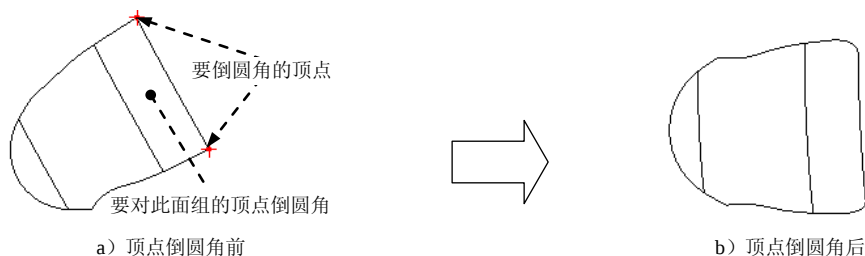

图 6.3.8 用“顶点倒圆角”选项修剪面组
选择下拉菜单 **插入(I)** → **高级(V)** → **顶点倒圆角(X)...** 命令，可以创建一个圆角来修剪面组，如图 6.3.8 所示。
Step3. 在系统  的提示下，选取图 6.3.8 中要修剪的面组。
Step4. 此时系统提示  选取要圆角/圆角的顶角顶点。 , 按住 Ctrl 键不放, 选取图 6.3.8 中的两个顶点并单击“选取”对话框中的  按钮。